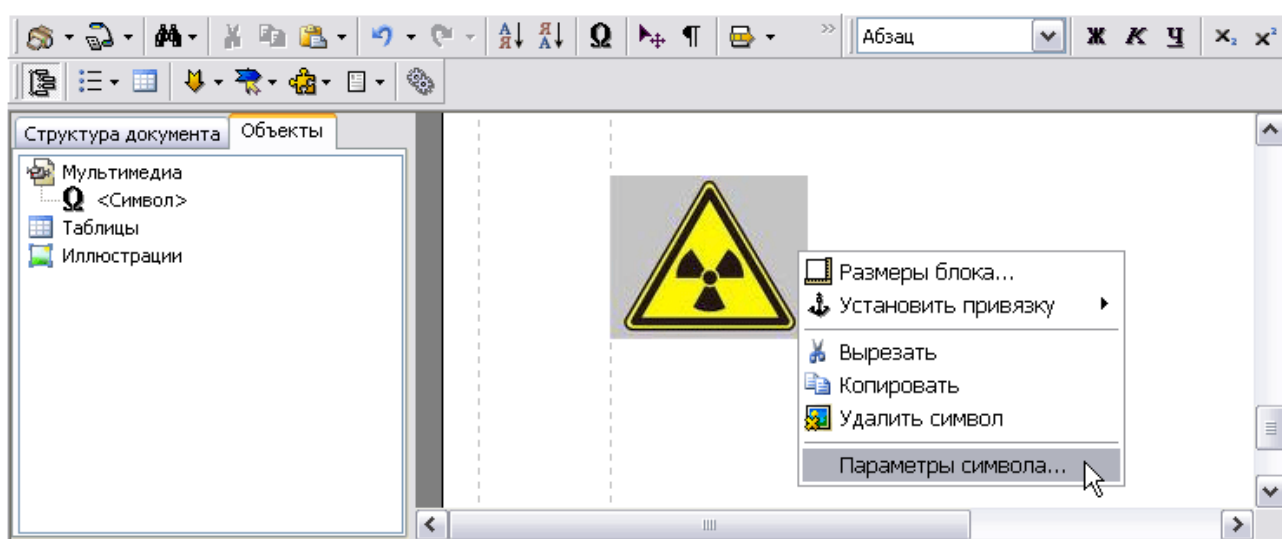

Рис. 3.24
После ввода значений масштаба и разрешения в окне вставки символов нажмите на кнопку **Выбрать**. После этого изображение символа появится в документе (Рис. 3.24).
1. Нажмите правой кнопкой мыши на изображение-символ. При этом появится контекстное меню (Рис. 3.24).
2. Выберите из контекстного меню команду **Параметры символа...** (Рис. 3.24).